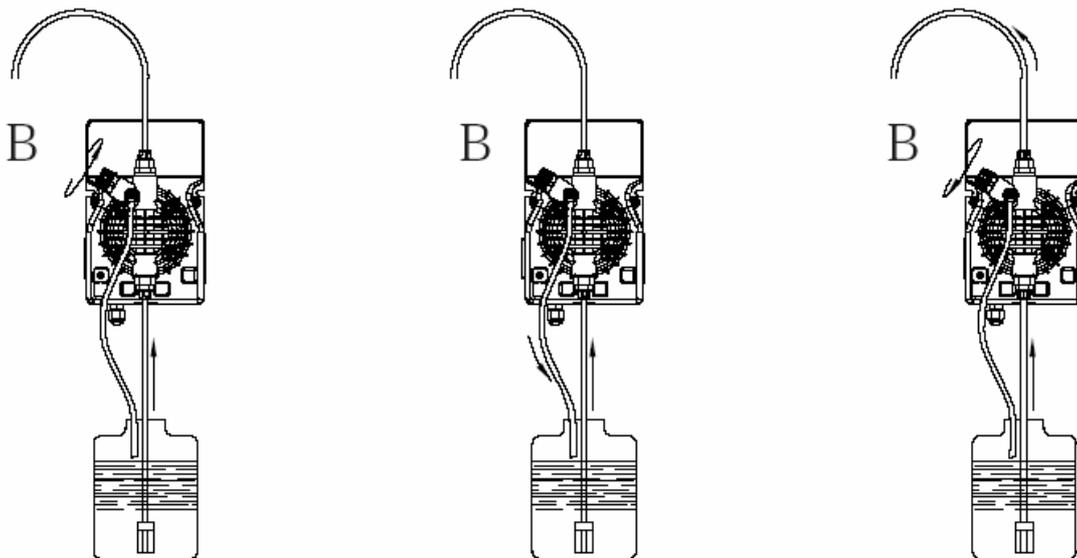

Bild 7: Entlüften der Pumpe
Verschließen sie die Schlauchnippel immer mit den Schutzkappen wenn sie die Pumpe von den Schläuchen trennen, um das Austreten von Flüssigkeiten zu vermeiden. Bevor sie die Pumpe in ihrer Anlage in Betrieb nehmen, ist es wichtig, die folgende Anleitung **Bild 7** genau zu befolgen. Beim Entlüften der Pumpe ist darauf zu achten, dass ein Schlauch am Pumpenkopf angeschlossen ist, der die geförderte Flüssigkeit wieder in den Tank leitet. Das geöffnete Entlüftungsventil (B) am Pumpenkopf gibt einen kleinen Kreislauf frei, welcher der Pumpe das Ansaugen erleichtert. Ist dies geschehen, kann es wieder vorsichtig geschlossen werden. Vor der endgültigen Inbetriebnahme ist noch die Verlegung der Schläuche zu kontrollieren. Diese können sich durch die pulsartigen Hübe der Pumpe bewegen und dürfen nicht gegen andere Gegenstände schlagen. Versuchen sie beim Verlegen der Schläuche auf unnötige Schlaufen zu verzichten und die Schläuche so gerade wie möglich zu verlegen.